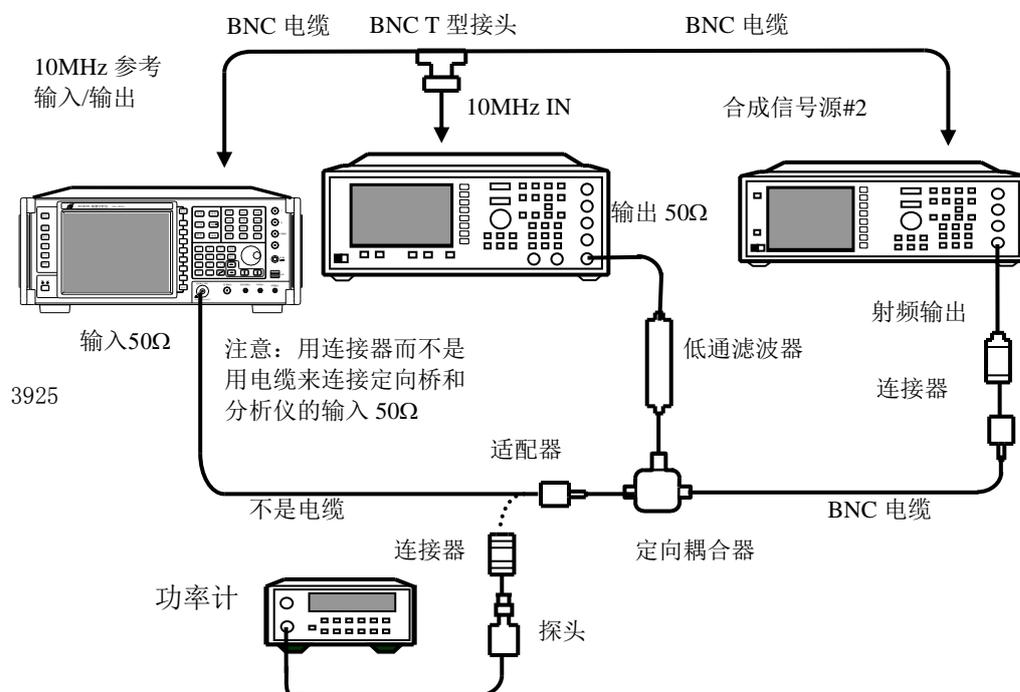

图 5-9 三阶交调失真测试
- 2) 按图 5-9 连接测试设备。3925 为两台合成信号发生器提供频率参考。定向耦合器作为信号合成器使用。信号发生器 1 的输出通过低通滤波器接入定向耦合器的输出端口, 信号发生器 2 的输出接入定向耦合器的耦合端口。
- 14) 按图 5-9 连接测试设备。3925 为两台合成信号发生器提供频率参考。定向耦合器作为信号合成器使用。信号发生器 1 的输出接入定向耦合器的输出端口, 信号发生器 2 的输出接入定向耦合器的耦合端口。
- 26) 按图 5-9 连接测试设备。3925 为两台合成信号发生器提供频率参考。定向耦合器作为信号合成器使用。信号发生器 1 的输出接入定向耦合器的输出端口, 信号发生器 2 的输出接入定向耦合器的耦合端口。